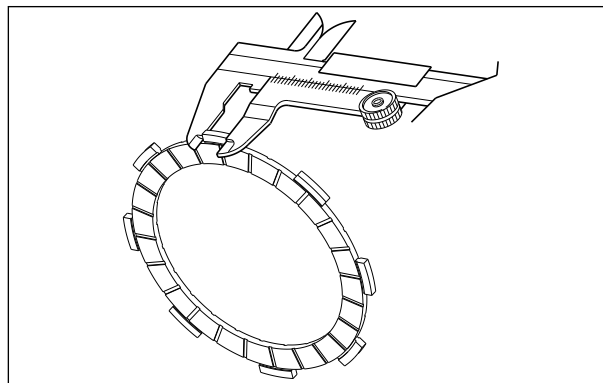

Fig. 3.17
- Inspeção a largura da aba do disco da embreagem, utilizando um paquímetro. (Fig. 3.17) Se a largura da garra for menor que o limite de uso, troque os discos de acionamento da embreagem como um conjunto.